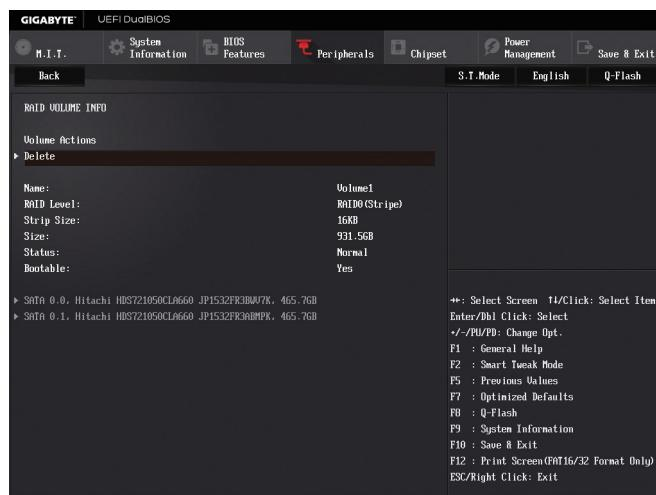

図7
完了すると、Intel(R) Rapid Storage Technology 画面に戻ります。RAID Volumes に新しい RAID ボリュームが表示されます。詳細情報を見るには、ボリューム上で <Enter> を押して RAID レベルの情報、ストライプブロックサイズ、アレイ名、アレイ容量などを確認します(図7)。